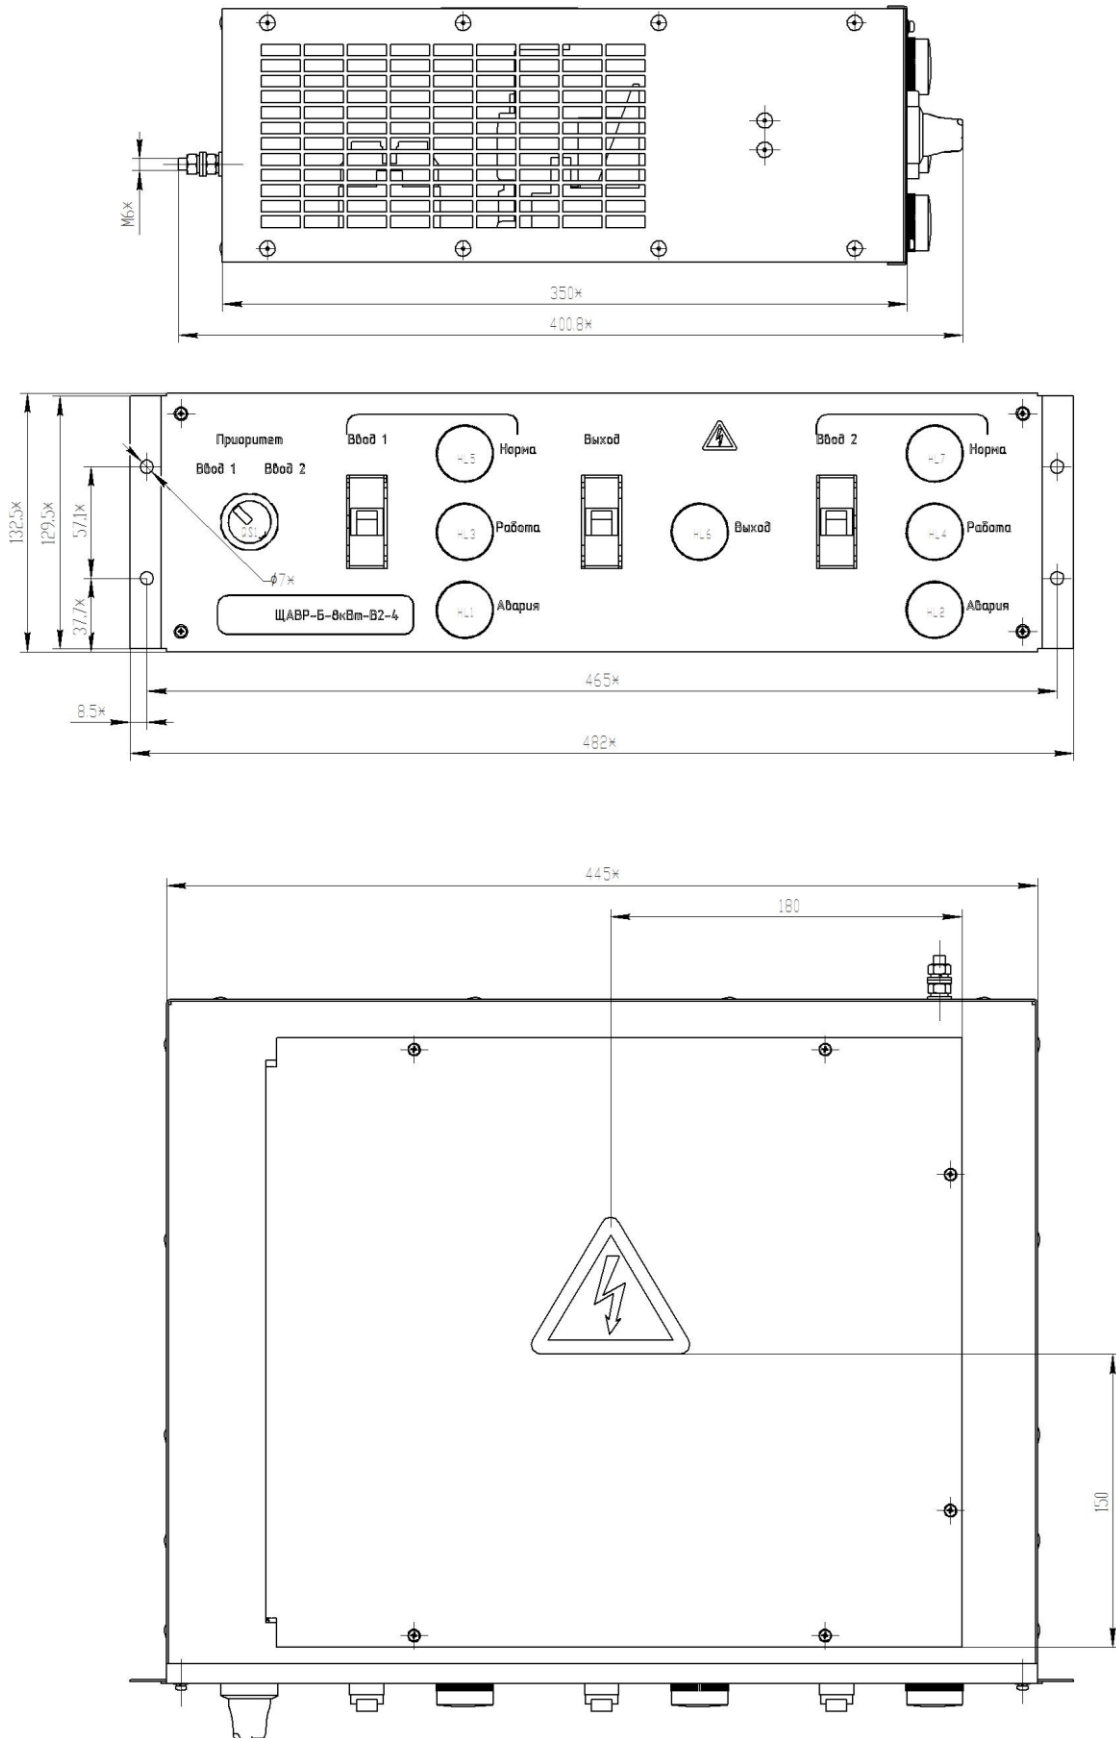

Рис.1. Габаритно-присоединительные размеры щита автоматического включения резерва ЩАВР-Б-8кВт-В2-3.
3.2.4 Габаритно-присоединительные размеры щита указаны на рис. 1.